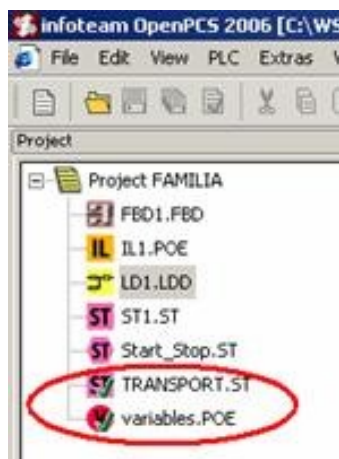

Рис. 40. Добавление файлов
7. Добавьте импортированные файлы к активному ресурсу (рис.40).